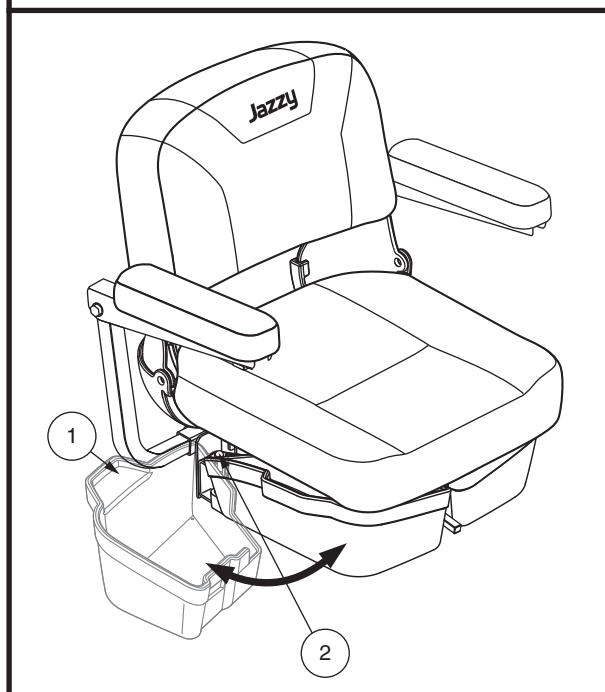

Figure 31. Almacenamiento debajo del asiento
1. Levante levemente el cerrojo en el costado del cubo de almacenamiento debajo del asiento (fig. 31) y gire el cubo de almacenamiento debajo del asiento hacia fuera de la Travel Scooter.
1. Levante levemente el cerrojo al costado del cubo de almacenamiento debajo del asiento (fig. 31) y gire el cubo de almacenamiento debajo del asiento hacia fuera de la Travel Scooter de viaje hasta que esté completamente abierto.
2. Si está equipado, retire el almacenamiento bajo del asiento (fig. 31).
7. Si está equipado, instale el almacenamiento bajo el asiento (**fig. 31**).